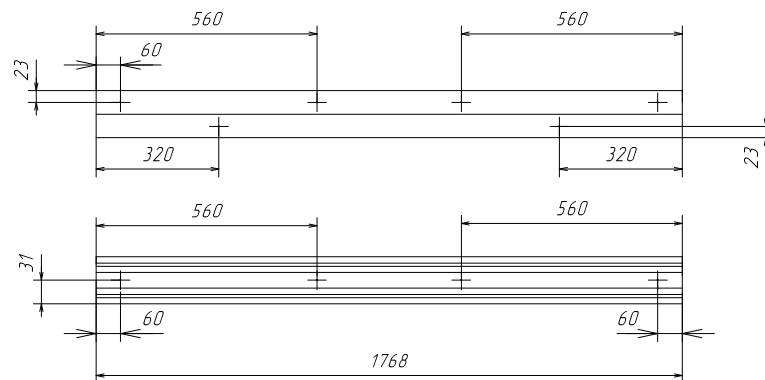

Рис. 3
1. Просверлить в верхней и нижней направляющей отверстия $\varnothing 4$ мм, в соответствии со схемой изображенной на рис. 3.